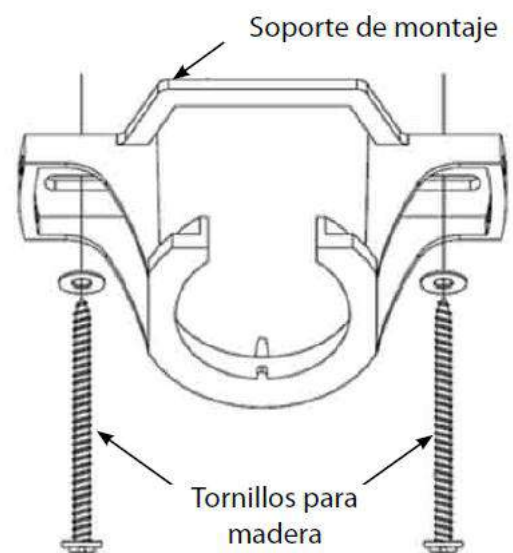

Figura 2
- 3) Fije el soporte de montaje (Figura 2) a la vigueta del cielo raso utilizando los tornillos largos incluidos. Asegúrese de enroscar al menos 40 mm del tornillo en el soporte.